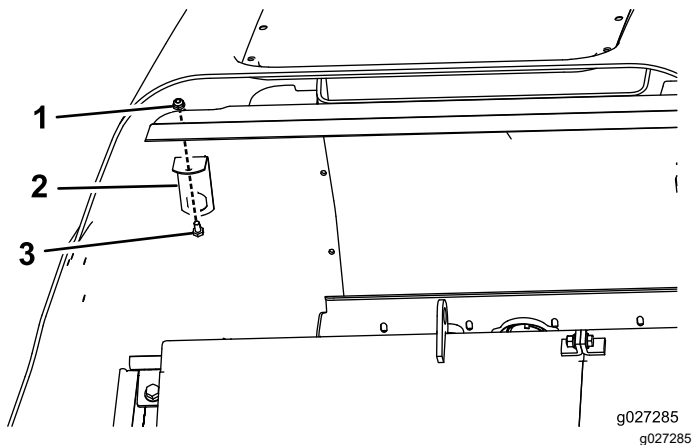

図 3
4. ラッチサポートを 図 3 のように取り付ける。
7. ドリルを使ってフードプラスチックのマーキング箇所（図 3）に小さい穴を開け、この穴を直径 25.4 mm に拡大する。
9. ラッチサポートをフレームに取り付ける（図 3）。